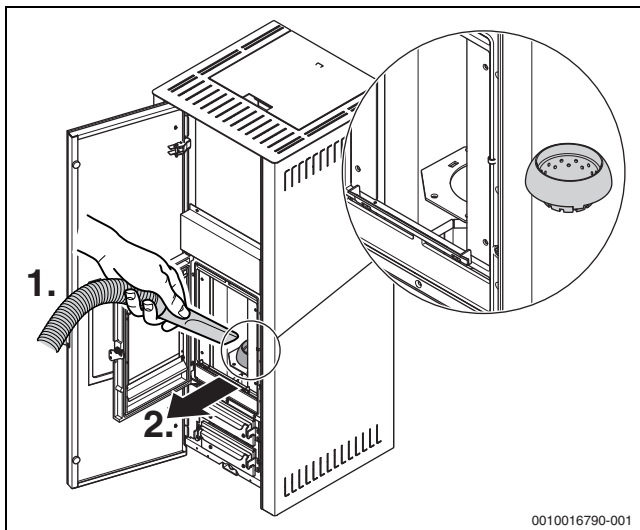

Bild 10 Asche entfernen
- ▶ Asche in der Brennerschale entfernen (→ Bild 10, 1.).
- ▶ Brennerschale aus dem Brennertopf entnehmen (→ Bild 10, 2.).